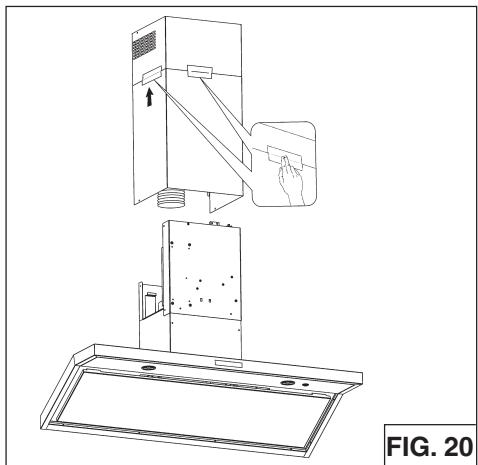

FIG. 20
5. Asegure juntos temporalmente el tubo de humos superior e inferior con cinta para conductos, como se muestra (Fig.20).